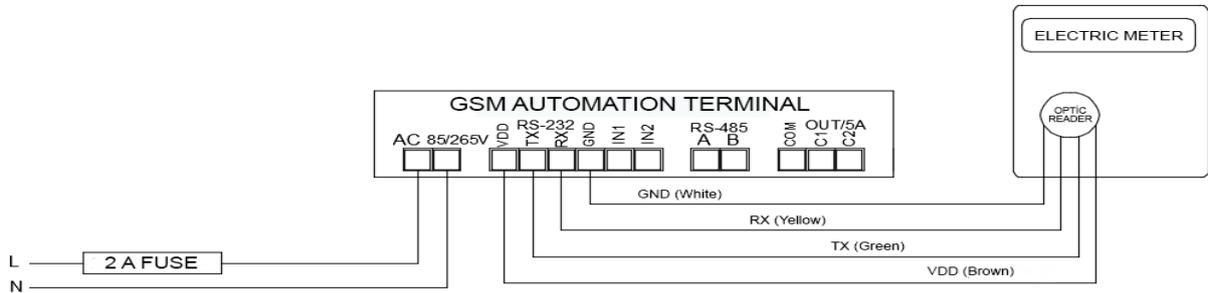

Figure 3.1
- a. Electric Meter / Optical Port: See. Figure 3.1